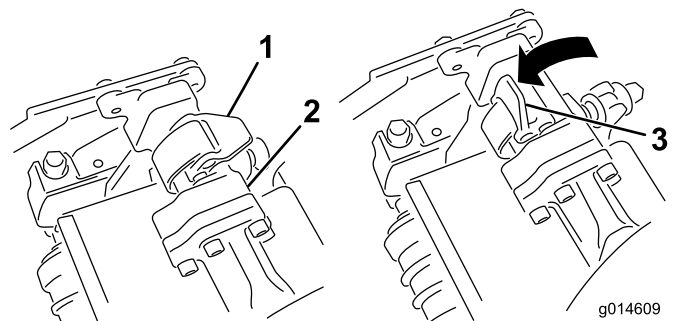
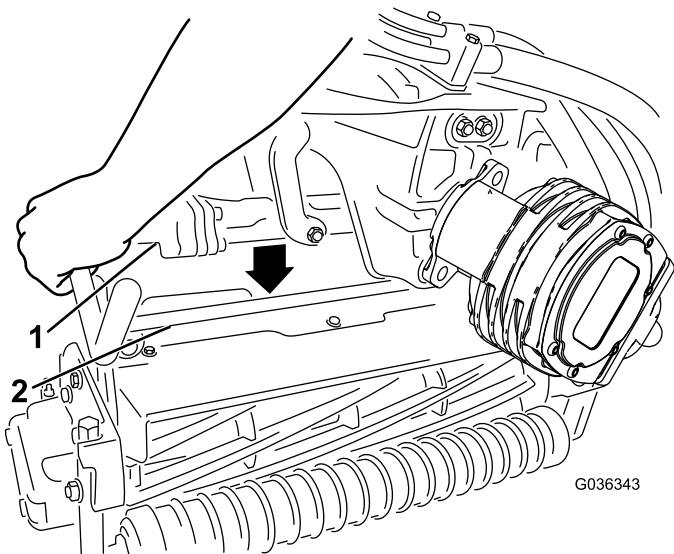

図 49
図 50
4. サスペンションアームのバーについてのラッチを上向き開いた状態にして **図 49**、サスペンションアームを押し下げて、バーを、カッピングユニットのバーの上に被せるようにする **図 50**。
- ラッチを下げて閉じるとカッピングユニットのバーがロックされてユニットがアームにセットされる 図 49。
5. 取り外したいCuttingユニットのサスペンションアームのバーについているラッチを開く 図 49。